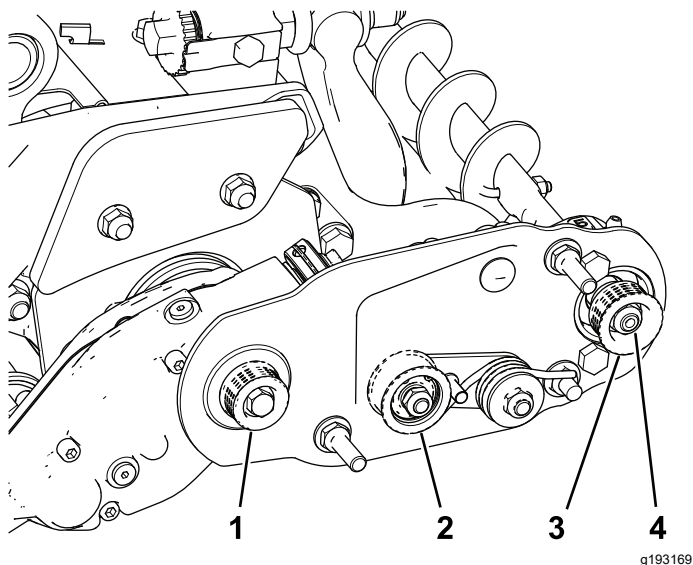

图 21
1. 从动皮带轮位于滚筒刷轴可以自由出入图 21。
2. 旋转滚刀会带动驱动皮带轮旋转把皮带从驱动皮带轮上撬下来图 21。
3. 卸下将从动皮带轮固定至刷轴的锁紧螺母图 21 或图 22。